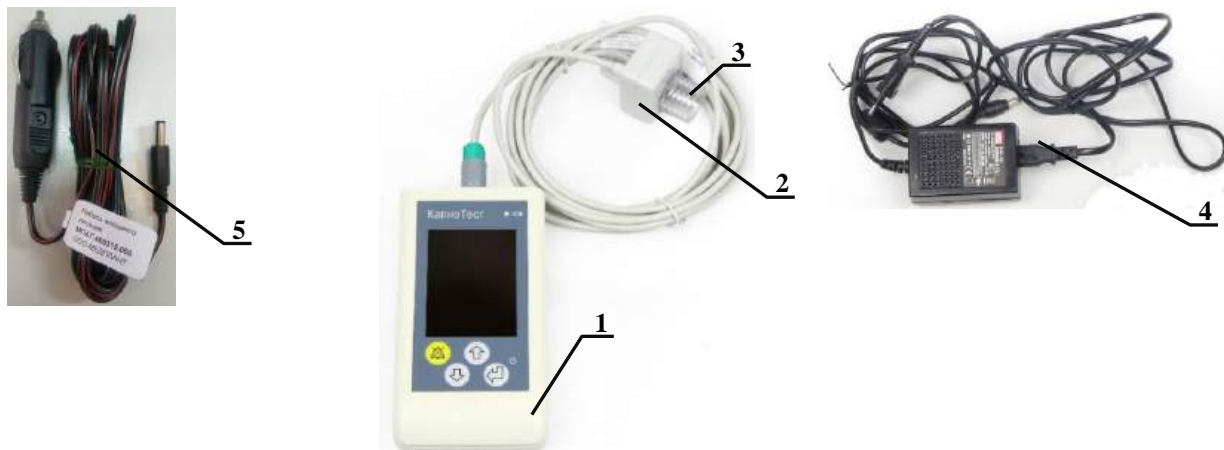
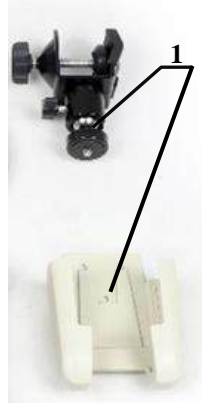

Рисунок 1. Общий вид Монитора CO₂
Рисунок 3. Дополнительные принадлежности Монитора CO₂
Конструктивно Монитор CO₂ (см. Рисунок 1) состоит из Блока обработки и индикации (1), датчика (2), подключаемого к Блоку обработки и индикации, вентиляционного адаптера (3), сетевого адаптера (4) для подключения Монитора CO₂ к питанию от сети переменного тока, кабеля внешнего питания (5) для подключения Монитора CO₂ к источнику постоянного тока с номинальным напряжением 9 В – 28 В.
Сетевой адаптер GSM36B12-P1J (см. Рисунок 1) обеспечивает зарядку внутреннего источника питания (аккумулятора) Монитора CO₂ и его штатную работу в условиях закрытых помещений.
В комплекте с Монитором CO₂ (см. Рисунок 1) предусмотрены дополнительные принадлежности (см. Рисунок 3):